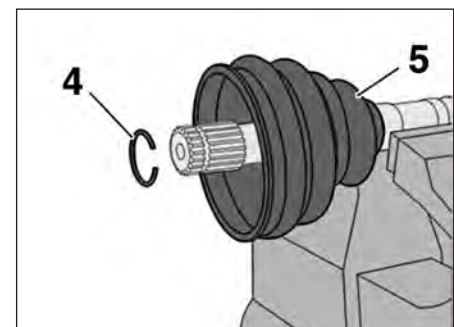

FIG.9
- le jonc d'arrêt (4) (Fig.9),
- le soufflet (5).